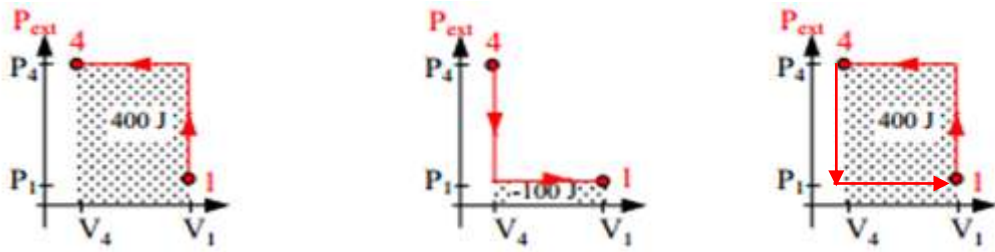

Figure 12
Commentaire : Bien que nous sommes partis de l'état (1) en comprimant le gaz et nous sommes retournés au même état (1) et détendant le gaz, les chemins qui représentent ces deux transformations ne sont pas identiques (figure 12). Pour cette raison, cette transformation est dite **irréversible**.